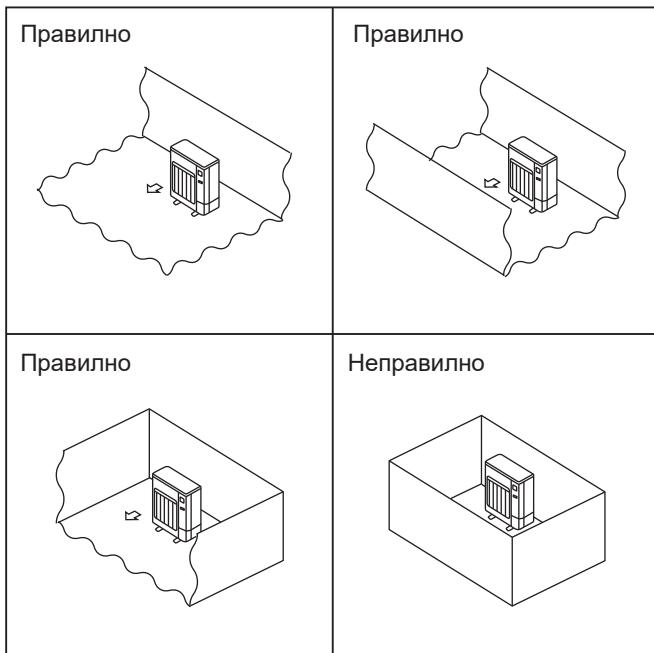

Fig. 2-1
- ◎ Монтирайте външните тела на място, където поне една от четирите страни е открита, и на достатъчно голямо пространство без понижено атмосферно налягане. (Fig. 2-1)